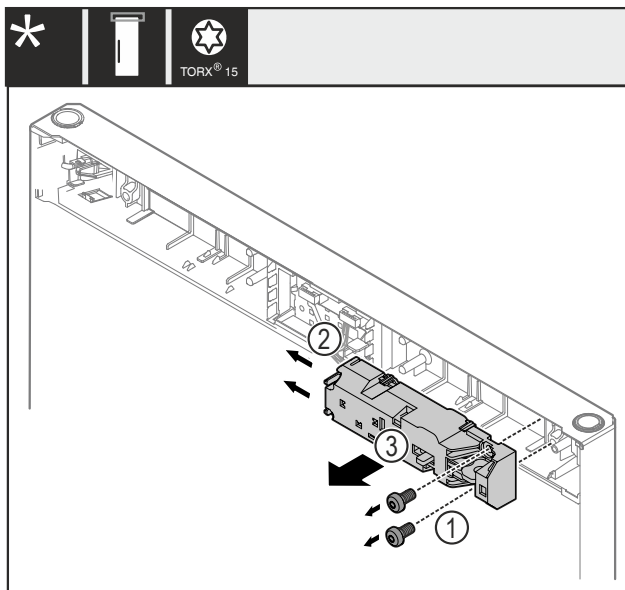

Fig. 20
- Retire los tornillos Fig. 20 (1).
- Presione la lengüeta de retención Fig. 20 (2) lateralmente y retire el cierre a distancia Fig. 20 (3).